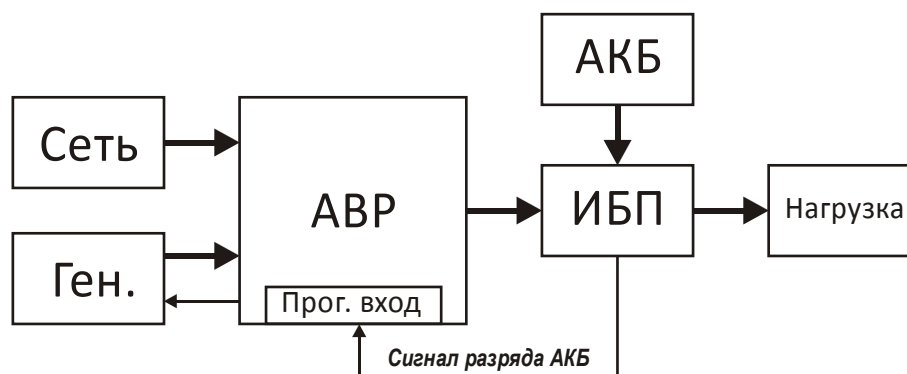
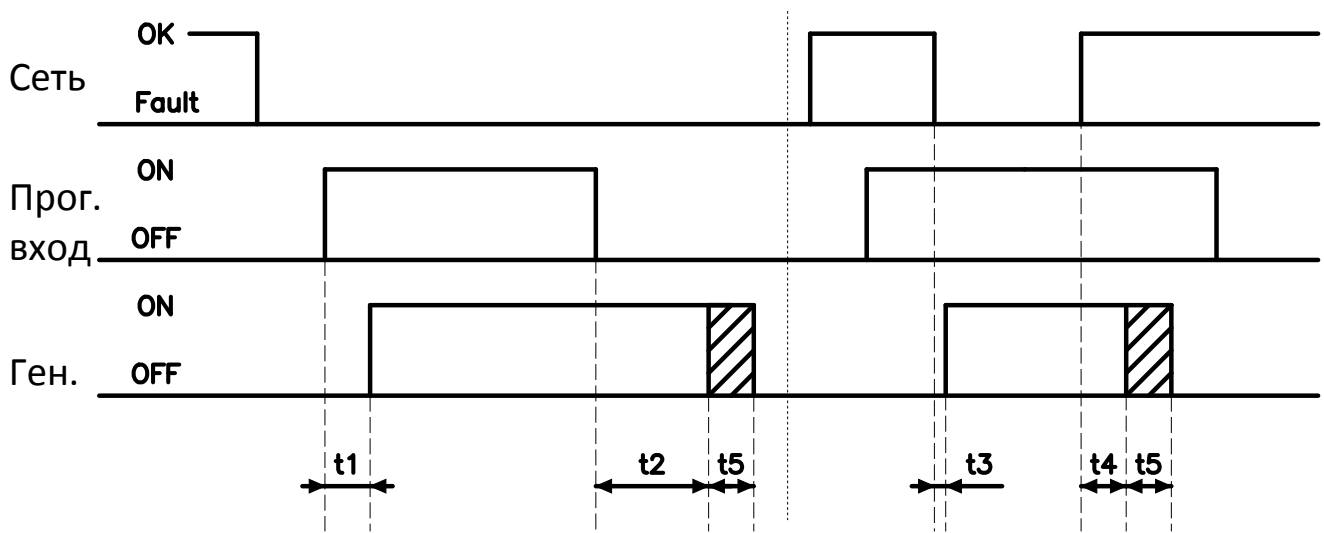

Рис. 5.4. Блок-схема совместной работы АВР и ИБП.
Рис. 5.5. Диаграмма работы в режиме «Удалённый запуск».
Пример совместной работы АВР и ИБП (рис. 5.4, рис. 5.5). Исходные условия:
- тип контакта управления - нормально разомкнутый (NO), т.е. активное состояние – замкнутый контакт (P221, табл. 5.3);
- задержка на активацию входа t_1 (рис. 5.5) будет определяться параметрами P222 и P223 (табл. 5.3);
- задержка на деактивацию входа t_2 (рис. 5.5) будет определяться параметрами P224 и P225 (табл. 5.3).